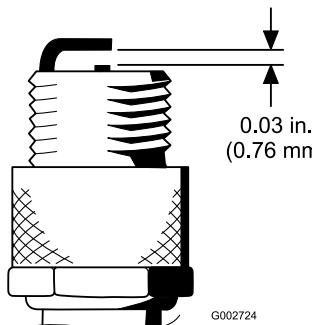

Bild 28
4. Stellen Sie den Elektrodenabstand zwischen der mittleren und der Seitenelektrode auf 0,76 mm ein (**Bild 28**). Setzen Sie eine Zündkerze mit korrektem Elektrodenabstand und der Dichtung ein und ziehen Sie sie mit 23 N·m an. Wenn Sie keinen Drehmomentschlüssel benutzen, ziehen Sie die Kerze fest an.